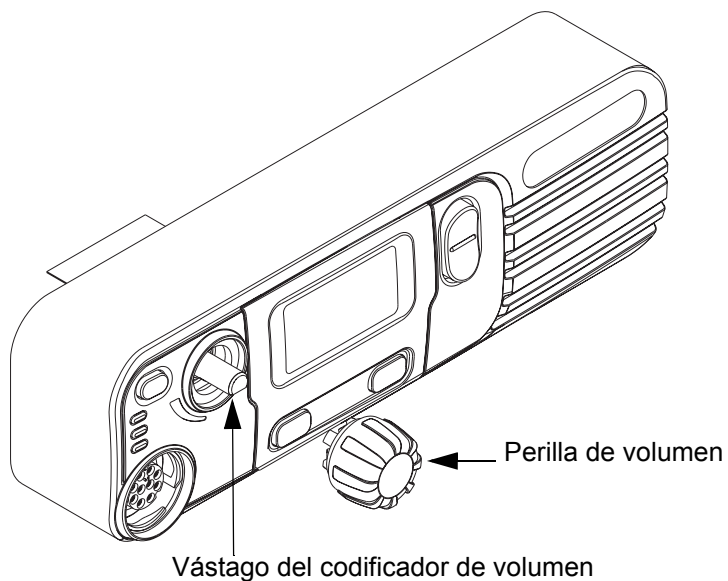

Figura 5-41 Montaje de la perilla de volumen
8. Oriente la perilla de volumen de manera que el agujero interior en forma de "D" se acople con el vástago del codificador de volumen y presione la perilla de volumen hacia dentro del conjunto de la unidad de control hasta que se enganche en el mecanismo de sujeción y gire libremente. Consulte la Figura 5-41.